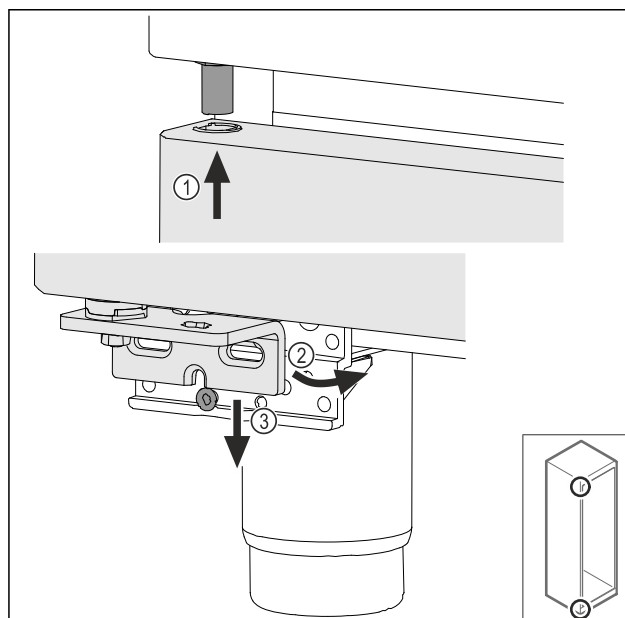

Fig. 47
- Зачепити двері зверху під нахилом Fig. 47 (1), вирівняти двері прямо Fig. 47 (2) і знизу встановити на гвинт Fig. 47 (3) опорного кронштейну.